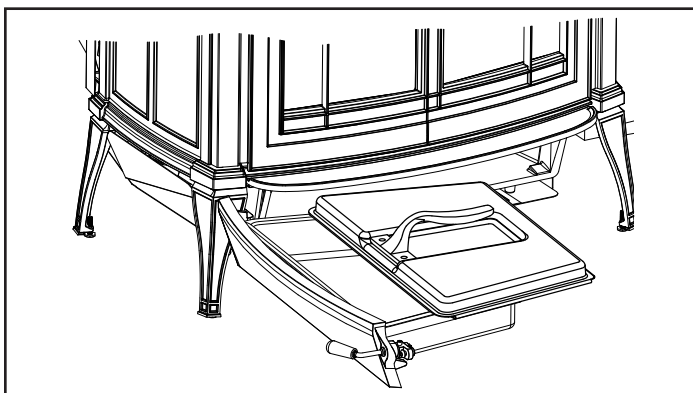

Figure 2.10 - Assurez-vous que le couvercle soit bien attaché avant d'enlever le bac.
- Glissez le couvercle sur le bac et veuillez s'assurer qu'il soit bien fermé. (Figure 2.10)